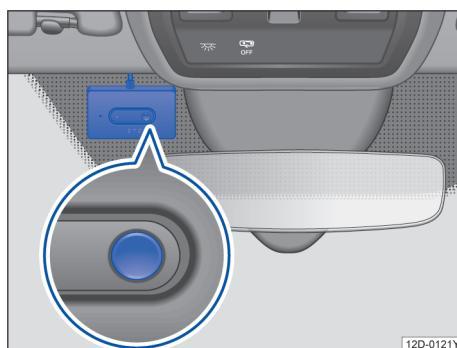

图 95 前风窗玻璃上：电子道路收费系统的车载单元
- 如果在激活过程中显示搜索或连接设备指令，那么请在一秒钟内按终端设备上的蓝牙按钮两次→图 95。在成功注册后，车载单元被服务提供商激活。如遇任何问题，请您拨打上海 ETC 客服热线 021-962319 进行咨询。